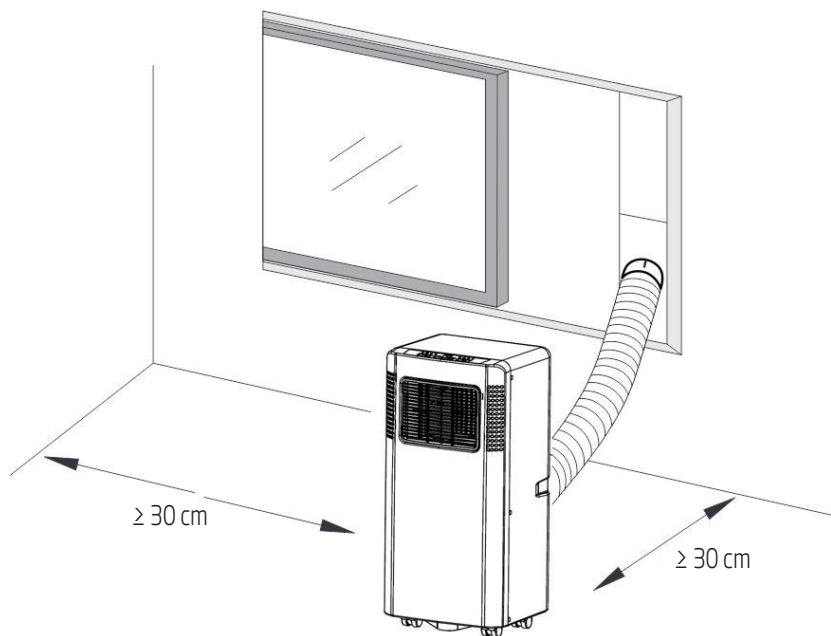

Fig. 3
- Un climatiseur mobile doit être installé dans un endroit plat sans rien autour. Ne bloquez pas la sortie d'air, et la distance requise tout autour doit être d'au moins 30 cm. (Voir la figure 3)